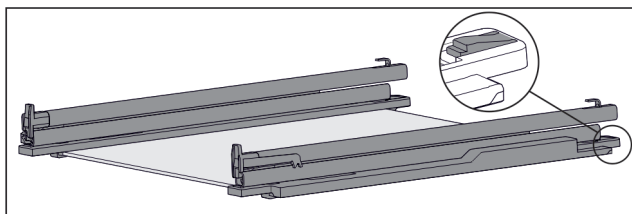

Fig. 109 Sklenená doska s koľajničkami a prídržnými dielmi
- Potlačte prídržný diel vzadu nadol (pozri Fig. 109) a súčasne posuňte koľajničku dozadu.